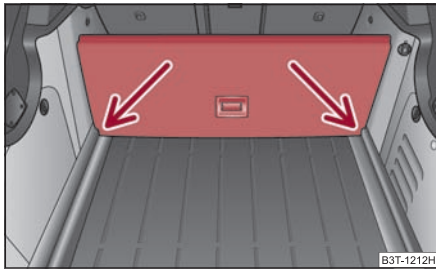

Abb. 98 Gepäckraum:
- Heben Sie den Teil mit der Halterung an und sichern Sie diesen durch Einschieben in die Nuten ⇒ Abb. 98. ■